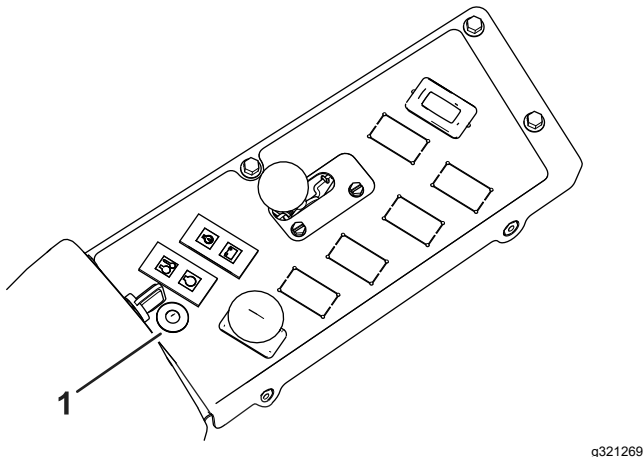

Figura 11
A. Luz LED da consola (Figura 11):
- i. A luz LED (Figura 11) pisca enquanto o sensor calibra.
A luz e o alarme indicam a gravidade do declive (Figura 11):